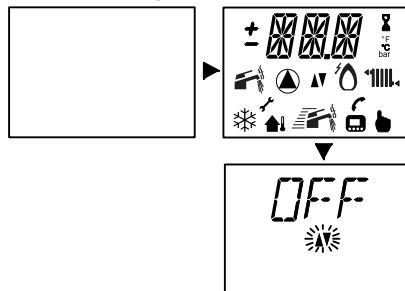

Figura 2.2
- Alimentate elettricamente la caldaia azionando l'interruttore bipolare previsto in installazione; il display LCD visualizza la sequenza di Figura 2.2.